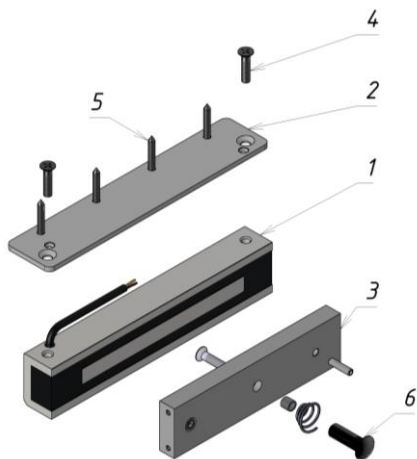

Рисунок 1 – Комплект поставки замка
3.1 В комплект поставки замка (рисунок 1)